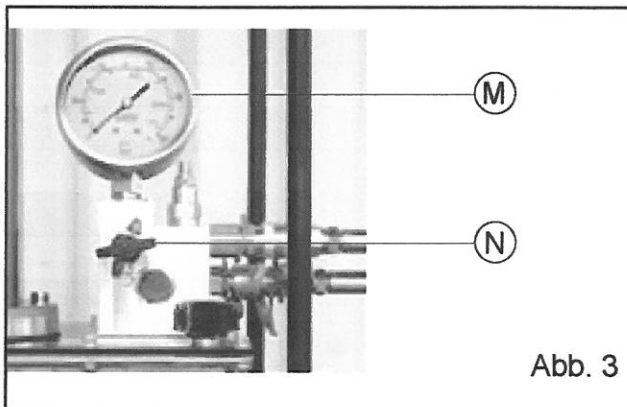

Abb. 3
Beobachten Sie dabei die Manometeranzeige (M) an der **EHP/EHPC-Hydraulikpumpe**, um sicherzustellen, dass der vorher eingestellte Betriebsdruck erreicht wurde (Abb. 3).